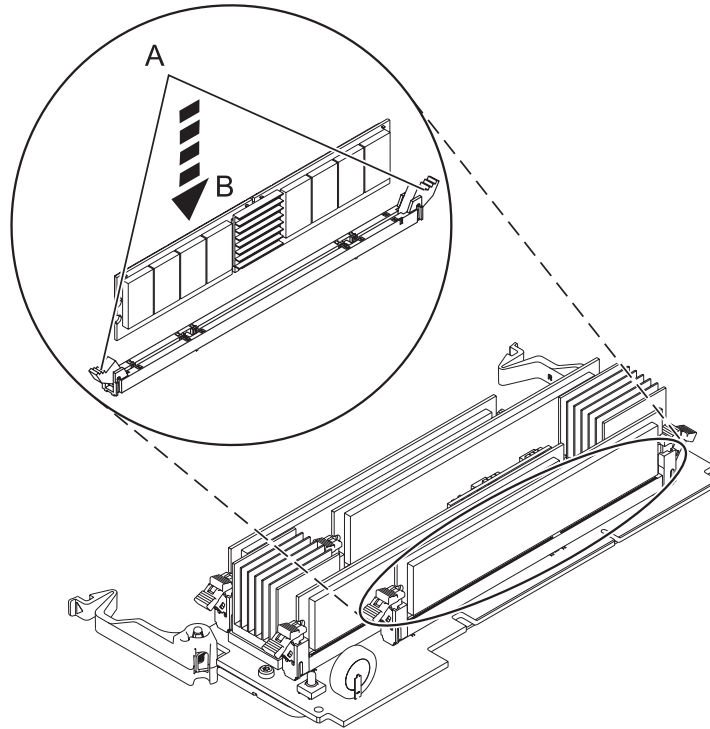

Figure 11. Remise en place d'un module de mémoire
11. Vérifiez que les languettes de verrouillage du connecteur **(A)** sont ouvertes en position déverrouillée, comme indiqué dans la figure 11, à la page 24, avant d'installer un nouveau module de mémoire.